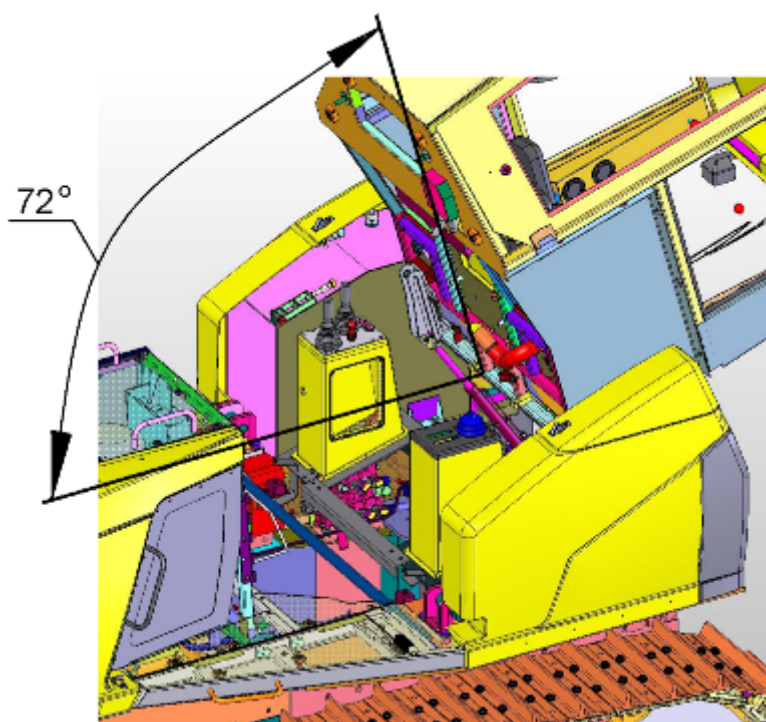

Рис. 7.
4.3. Для улучшения удобства технического обслуживания гидравлической системы, приводов и трансмиссии трактора Б11 проведены мероприятия по увеличению угла подъема платформы до  $72^\circ$  (рис. 7).